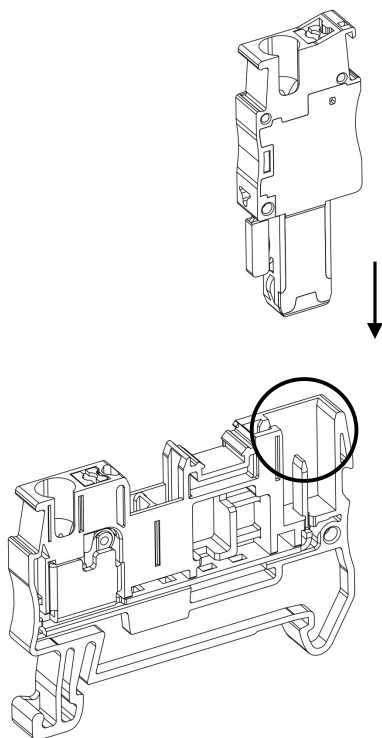
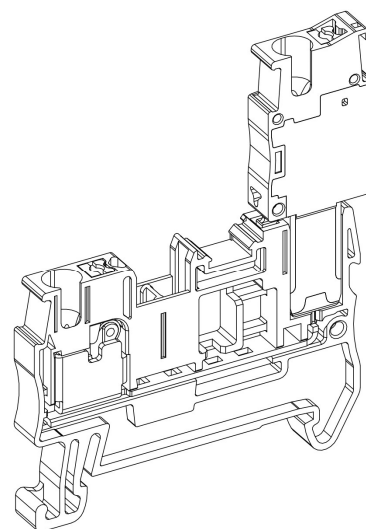

Рисунок 15 – установка штекера ВШ-Н
Рисунок 16 – установленный штекер ВШ-Н
- Для установки штекера ВШ-Н вдавите его до упора в контактное отверстие клеммы (рис. 15; рис. 16).